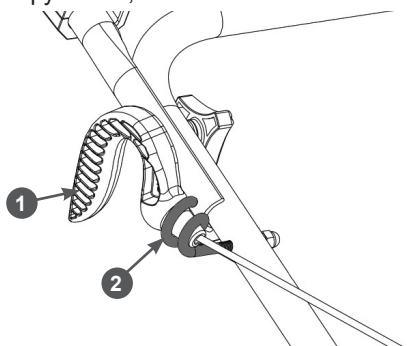

Рис. 12. Крепление ручки стартера на рукоятке
7. Нажмите на рычаг остановки двигателя, потяните за ручку стартера, проденьте шнур стартера через витки кронштейна и закрепите ручку 1 стартера на кронштейне 2 на рабочей рукоятке, как показано на Рис. 12.